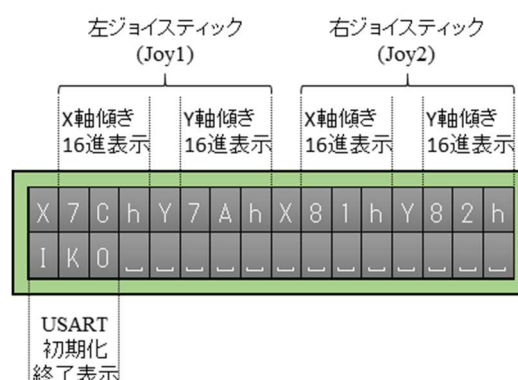

図 A3.1 OLED ディスプレイの表示
- (1) マルチファンクションボードの電源をオンにしてください。ドローンシステム，および無線モジュール基板の電源はオフのままにしてください。
- (2) 図 A3.1 に示すような表示が，OLED ディスプレイに表示されます。